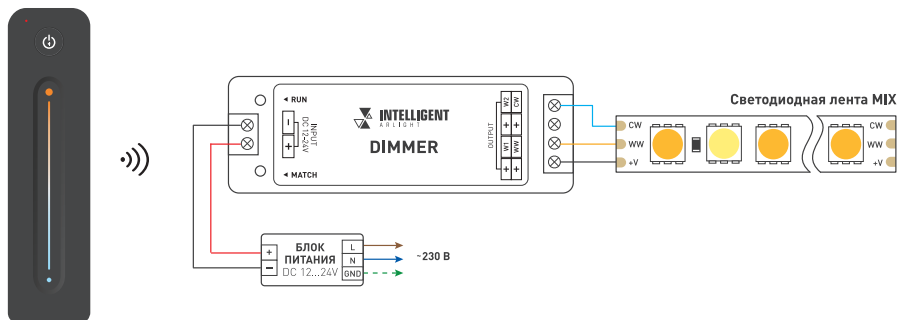

Рис. 1. Схема соединения оборудования
3.2. Подключите диммер согласно схеме на рис. 1.